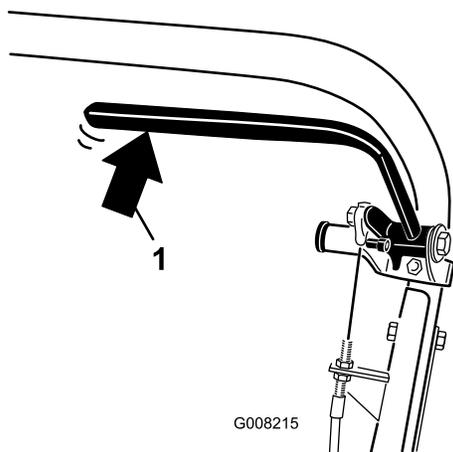

Рисунок 32
2. Используя пружинные весы, отожмите рычаг рабочего тормоза назад (Рисунок 32). Отпускание тормоза должно происходить при приложении усилия 13,5 - 18 кг. Если стояночный тормоз отпускается раньше, чем будет приложено усилие 13,5 - 18 кг, требуется регулировка тросика тормоза. Перейдите к этапу 3.